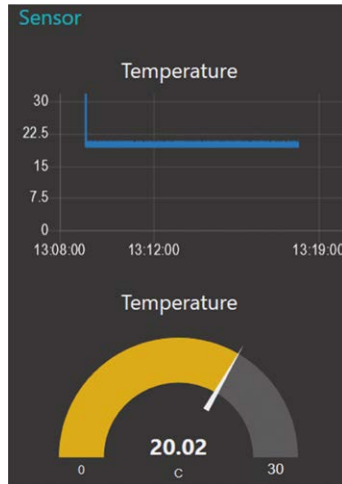

Figure 13.16 Affichage de la température à l'aide d'une jauge et d'un graphique
- Cliquez **Déployer** et vous devriez voir la température affichée dans le tableau de bord à l'aide d'une jauge et d'un graphique comme indiqué sur la figure 13.16